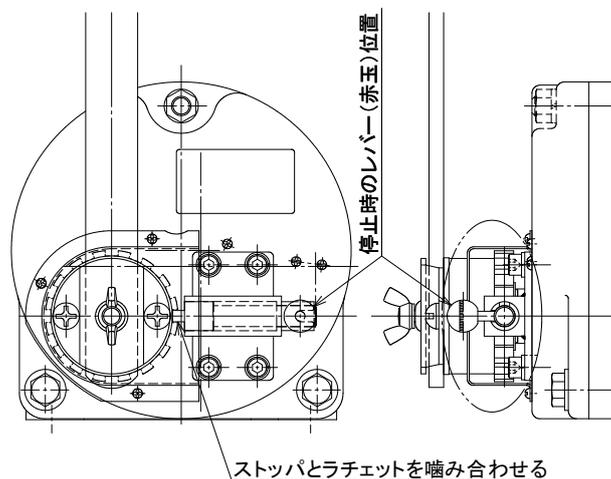

図8 ハンドル操作終了時
- (2) ハンドル操作を終了してブレーキを作動させる場合には、ハンドルをしっかり保持した状態でストップを掛けてください。このときに、ストップがラチェットに掛かるようにハンドルを回転操作してください。ストップが確実に掛かっていることを確認してから、ハンドルから手を放してください。(図8参照)